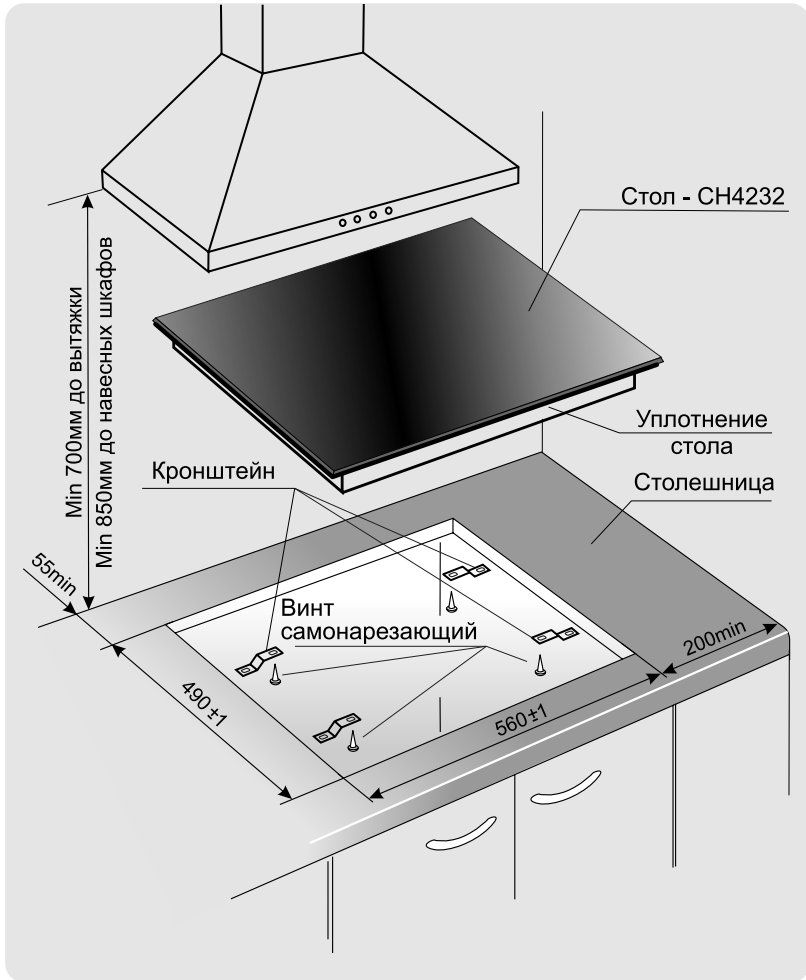

Рис. 22
1. Точно разметить на столешнице контур проема под встраиваемый стол (рис.22). Толщина столешницы - min 30 мм, max 50 мм.